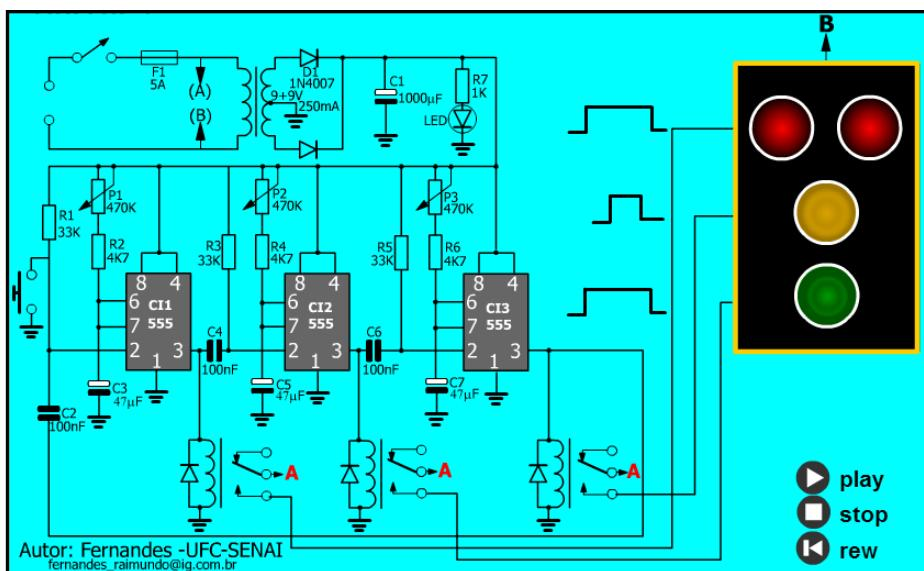

Figura 6 – Sistema de Automação Sequencial com o CI 555.
**Questão 6** – Um sistema de automação sequencial com o CI 555 pode ser construído como ilustrado na Figura 6, onde 3 integrados são ligados em cascata, um alimentando o outro. Os tempos programáveis são independentes. No exemplo, é acionado um semáforo. Veja a animação em: